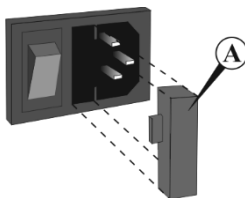

Рис. 4. Держатель предохранителя
- 6.4. Замена предохранителя (рис. 4)